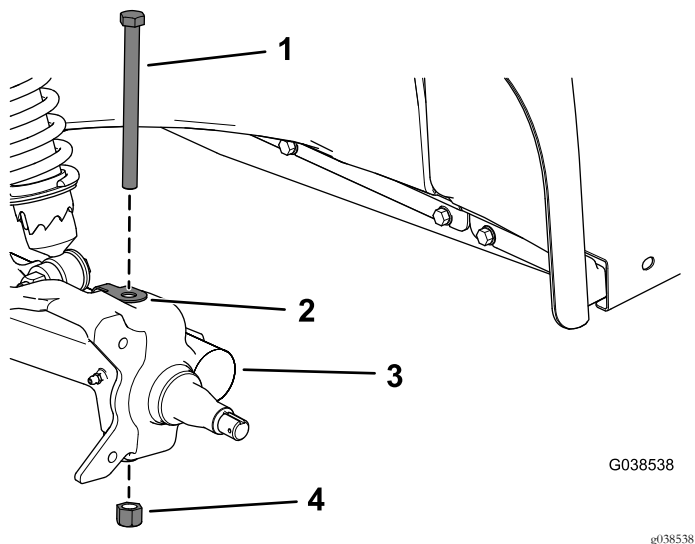

図 9
9. コントロールアームから六角ヘッドボルト1/2 x 6 インチ、クリップ、ロックナット1/2 インチを取り外してスピンドルを取り出す 図 9。
2. コントロールアームにスピンドルアセンブリを取り付ける六角ヘッドボルト1/2 x 6 インチ、クリップ、ロックナット1/2 インチを使用して 図 9 のように取り付ける。